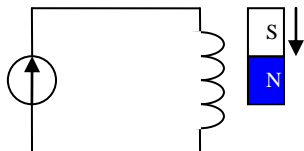

рис.14
1. Зарисуйте в тетради электрическую схему (рис.14):